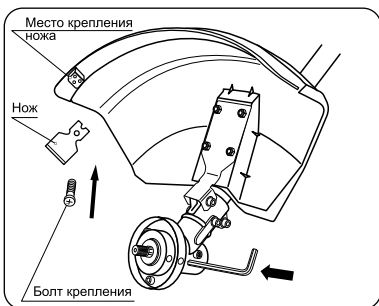

рис. 7
1. Установите нож на защитный кожух (рис. 7).